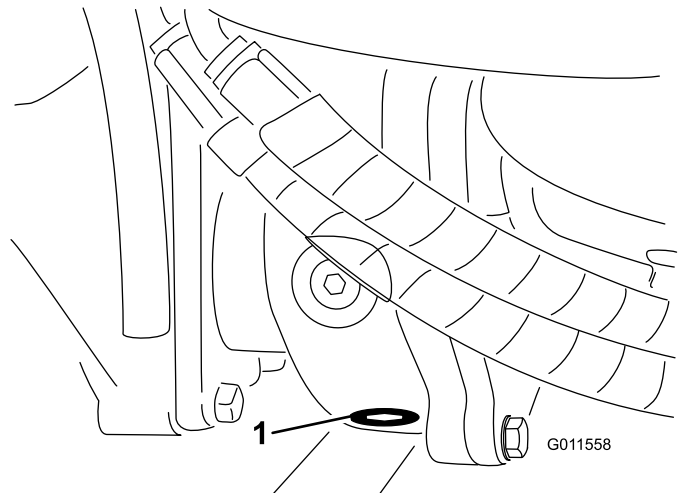

Figura 110
5. Pulite l'area circostante il tappo di spurgo sul fondo della scatola degli ingranaggi (Figura 110).